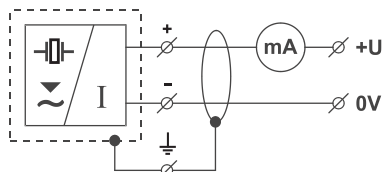
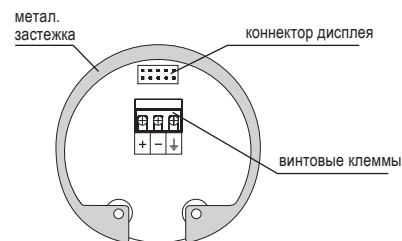

Рис. 19: Схема присоединения измерителя уровня с токовым выходом ULM-70\_--\_I
Рис. 20: Вид изнутри на винтовые клеммы измерителя уровня с выходным током ULM-70\_--\_I
5. Согласно схеме, приведенной на рис. 19 (21), присоединить кабель к винтовым клеммам рис. 20 (22). Терминалы и кабельные вводы надежно затяните. Крутящий момент см. Технические данные стр. 28.